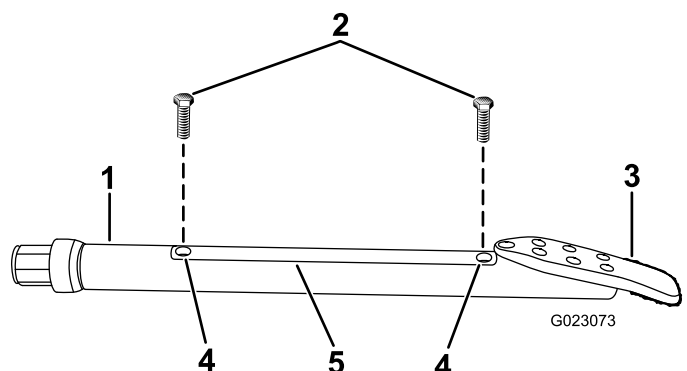

Figura 58
2. Afloje los tornillos que sujetan la tapa al portasonda, y retire la tapa (Figura 58).
- Instale la tapa del portasonda y sujétela con los tornillos (Figura 58).